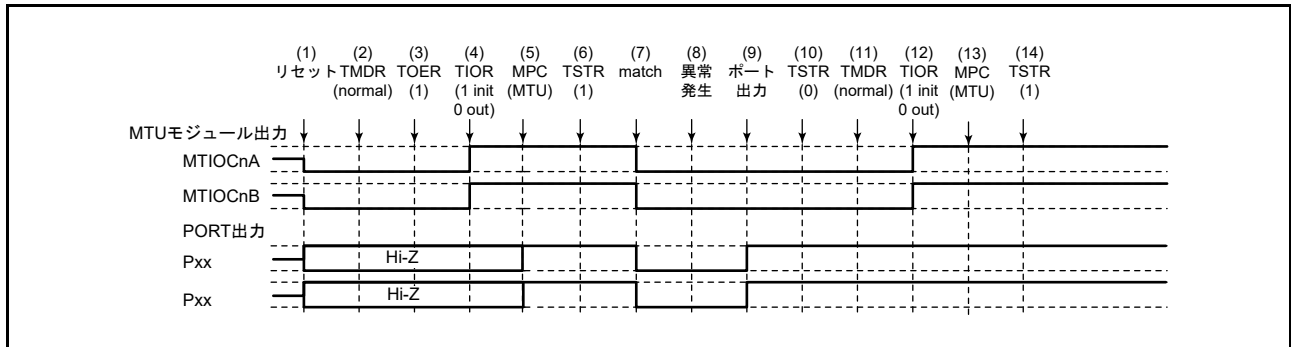

図 20.154 ノーマルモードで異常が発生し、ノーマルモードで復帰する場合
ノーマルモードで異常が発生し、再設定後ノーマルモードで再スタートする場合の説明図を図 20.154 に示します。
(1) ~ (10) は図 20.154 と共通です。
(11) PWM モード1を設定します。
(12) TIOR レジスタで端子を初期化してください (PWM モード1では MTIOcNB (MTIOcND) 端子に波形が出力されません。出力すべきレベルがある場合は、I/O ポートのポート方向レジスタ (PDR)、ポート出力データレジスタ (PODR) で汎用出力ポートの設定をしてください。
(13) MPC と I/O ポートのポートモードレジスタ (PMR) で MTU 出力としてください。
(14) TSTRA (TSTRB) レジスタで再スタートします。
(11) PWM モード2を設定します。
(12) TIOR レジスタで端子を初期化してください (PWM モード2では周期レジスタに使用した TGR レジスタに対応する端子に波形が出力されません。出力すべきレベルがある場合は、I/O ポートのポート方向レジスタ (PDR)、ポート出力データレジスタ (PODR) で汎用出力ポートの設定をしてください)。
(14) TSTRA レジスタで再スタートします。
- (1) ~ (10) は図 20.154 と共通です。
- (11) 位相計数モードを設定します。
- (12) TIOR レジスタで端子を初期化してください。
- (13) MPC と I/O ポートのポートモードレジスタ (PMR) で MTU 出力としてください。
- (14) TSTRA レジスタで再スタートします。
- (11) TIOR レジスタでノーマルモードの波形生成部を初期化してください。
- (12) TIOR レジスタでノーマルモードの波形生成部の動作を禁止してください。
- (13) TOERA (TOERB) レジスタで MTU3、MTU4 (MTU6, MTU7) の出力を禁止してください。
- (14) TOCR1A、TOCR2A (TOCR1B, TOCR2B) レジスタで相補 PWM の出力レベルと周期出力の許可 / 禁止を選択してください。
- (15) 相補 PWM を設定します。
- (16) TOERA (TOERB) レジスタで MTU3、MTU4 (MTU6, MTU7) の出力を許可してください。
- (17) MPC と I/O ポートのポートモードレジスタ (PMR) で MTU 出力としてください。
- (18) TSTRA (TSTRB) レジスタで再スタートします。